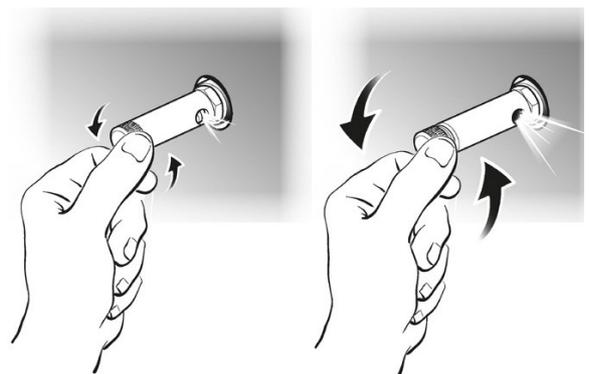

Abb. 19: Sicherheitsventil mit Ringmutter
**Version C (Sicherheitsventil mit Ringmutter, Abb. 19)**